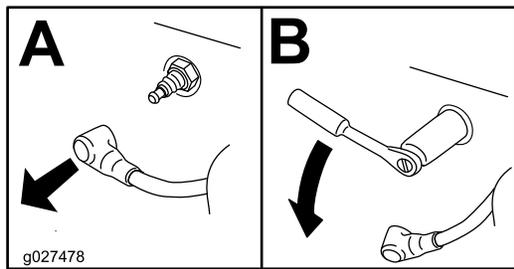

Figure 41
3. Déposez la bougie (Figure 41).